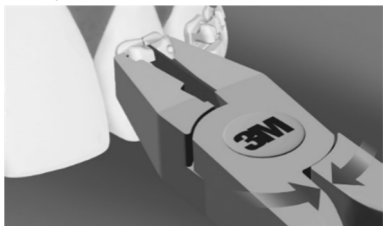

図 8
- 3) 3M ユニテック ディボンディング用 インスツルメントが正しい位置にあることを確認したら、そのまま静かに握り込む (図 8)。ブラケットの割れを防ぐため、決して強く握り込まない。